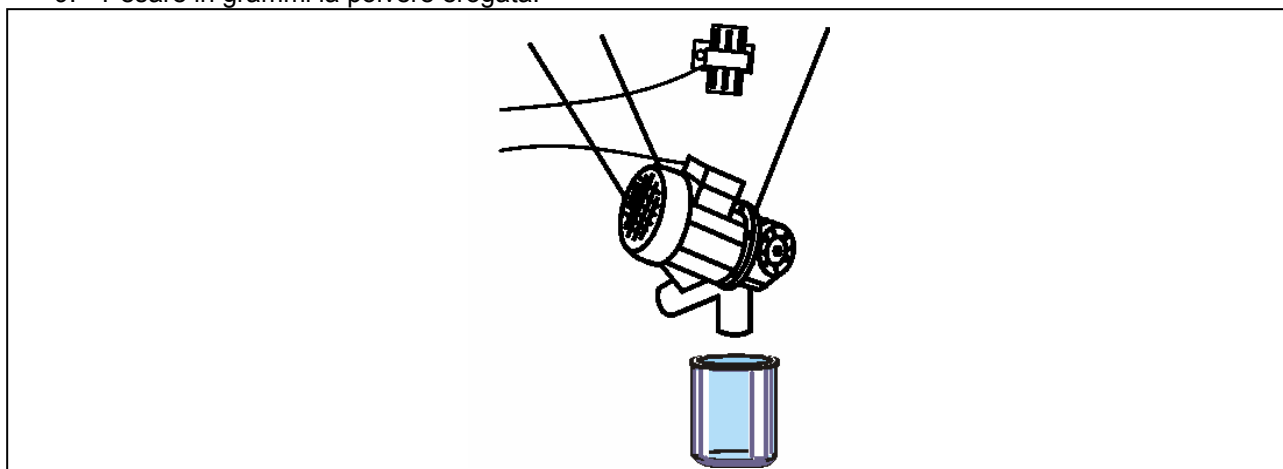

Fig. 14 - Controllo quantità di polvere erogata dalla coclea
7. Mettere il recipiente in dotazione sotto la protezione tubo uscita polvere (Fig. 14).